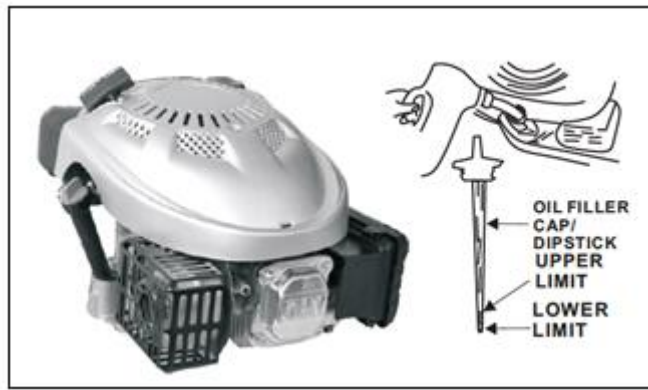

Fig. 9
5. Vierta el aceite recomendado lentamente en el relleno de aceite. No llene demasiado. Después de agregar aceite, espere un minuto y luego verifique la palanca de aceite con una varilla medidora. La palanca de aceite debe estar entre el límite inferior y el límite superior (Ver Fig. 9).